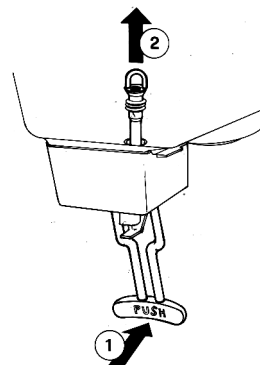

figure 4
- 1 - Pousser (1) le levier de débit robinet et défiler (2) le tuyau de son siège vertical sur le fond du réservoir (voir figure 4).